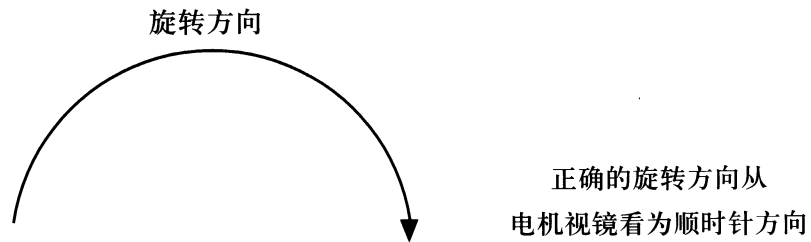

图 22 启动时电机正确的旋转方向
- 3) 启动柜接通后，电机就开始转动，检查电机是否顺时针旋转（图22）。